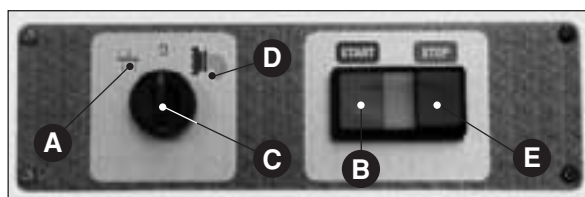

Fig. 11
- fermare la macchina mettendo il selezionatore sulla posizione "0" (**Fig. 11 C**) e girarlo poi sulla posizione di impasto **III** (**Fig. 11 A**) per 10-15 secondi in modo da eliminare la pressione sulla trafilatura dovuta al prodotto;
- rimettere infine il selezionatore sullo "0" (**Fig. 11 C**) o premere il pulsante STOP (**Fig. 11 E**);
- Nella posizione "0" (Fig. 11 C) tutti gli organi della macchina devono essere fermi; nella posizione "trafila" (Fig. 11 D) il mescolatore ruota in un senso; nello stesso senso deve girare la coclea (verificare dalle feritoie del coperchio); nella posizione "mescolare" (Fig. 11 A) gli organi devono girare in senso contrario.